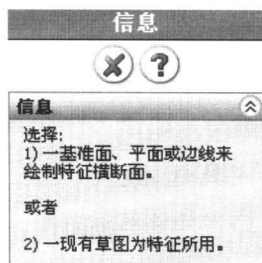
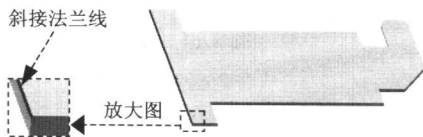

图 1.9 “信息”窗口
图 1.10 斜接法兰线
(1) 选择命令。选择下拉菜单 **插入(I)** → **钣金(B)** → **斜接法兰(M)** 命令 (或单击“钣金”工具栏上的“斜接法兰”按钮), 系统弹出图 1.9 所示的“信息”窗口。在模型中选取图 1.10 所示的边线为斜接法兰线 (“信息”窗口自动消失), 系统自动生成基准平面 1, 并进入草绘环境。